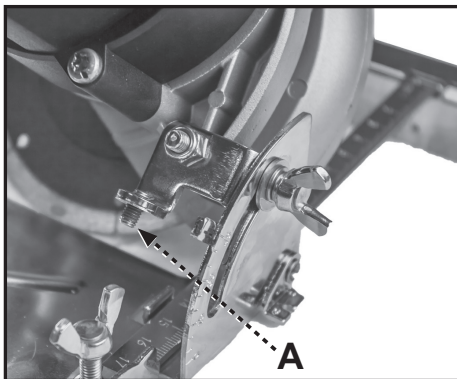

FIGURA 14
4. Si la hoja no está cuadrada, localice el tornillo de ajuste del tope según se ilustra en la Figura 14.